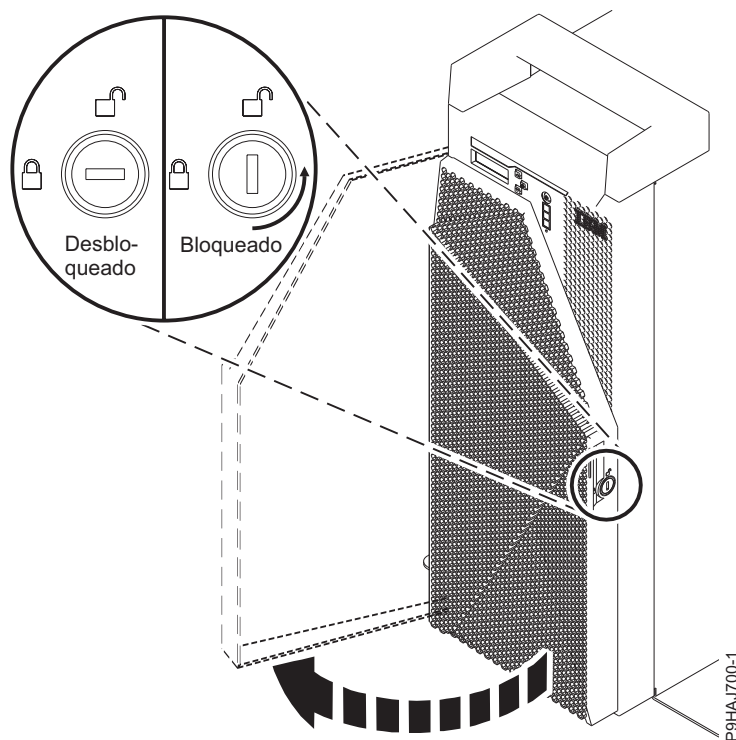

Figura 15. Desbloqueo de la puerta frontal
1. Inserte la llave de la puerta frontal en la cerradura como se muestra en la Figura 15 en la página 35. Gire la llave a la izquierda (en el sentido contrario a las agujas del reloj) para desbloquear la puerta. En el sentido horizontal queda bloqueado; en el sentido vertical queda desbloqueado. Abra la puerta frontal.